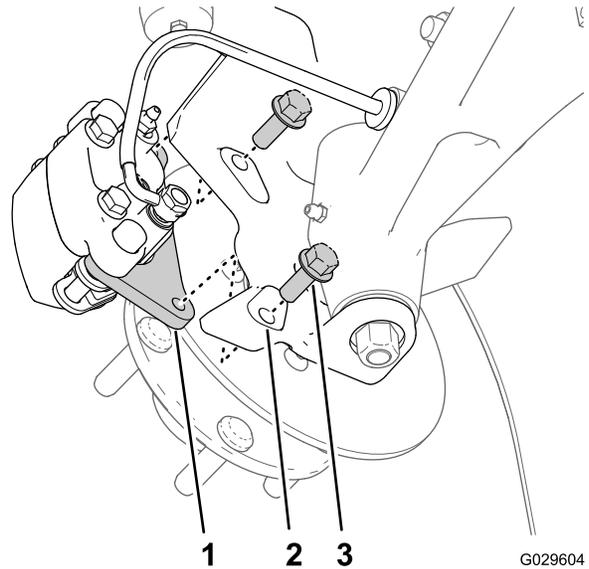
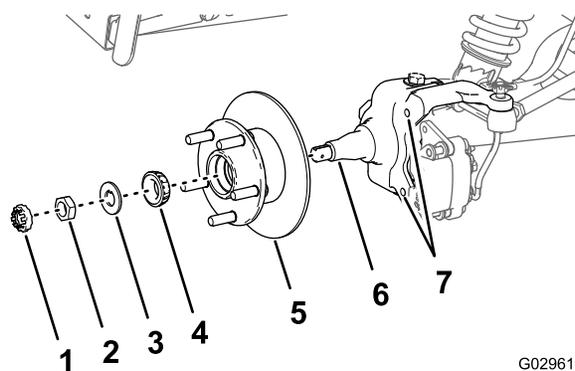

Figura 28
Figura 32
3. Togliete i bulloni a testa flangiata (3/8 x 1 poll.) che fissano la staffa del gruppo del freno al mandrino e separate il freno dal mandrino (Figura 28).
1. Lubrificate leggermente il mandrino con il grasso specificato (Figura 32).
2. Montate il mozzo e il rotore sul mandrino con il rotore verso l'interno (Figura 32).
3. Montate il cuscinetto esterno sul mandrino e inserite il cuscinetto sull'anello esterno (Figura 32).
4. Montate la rondella di sicurezza sul mandrino (Figura 32).
5. Avvitare il dado del mandrino sul mandrino e serrate il dado mentre ruotate il mozzo (Figura 32).
- Allineate le pastiglie dei freni su ciascun lato del rotore (Figura 28) e i fori sulla staffa della pinza con i fori sul supporto del freno del telaio del mandrino (Figura 32).
- Montate la staffa della pinza sul telaio del mandrino (Figura 28) con 2 bulloni a testa flangiata (3/8 x 1 poll.) e serrate i bulloni a una coppia di 47–54 N·cm.